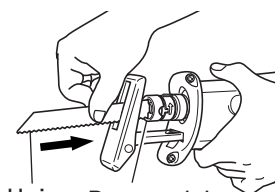
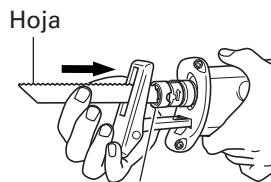

Fig. 4
Fig. 5
- (3) Inserte completamente la hoja de sierra en la hendidura pequeña de la punta del émbolo. Esta hoja puede montarse tanto en dirección ascendente como descendente. (Fig. 4, Fig. 5)